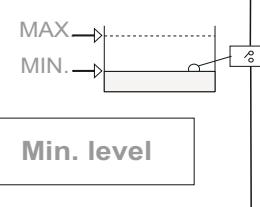

fig. 5
- Controllo del livello minimo: lo SPEEDMATIC dispone di una entrata che desattiva la pompa appena riceve segnale proveniente da un rivelatore esterno di livello minimo. Per il suo collegamento vedere fig.5.